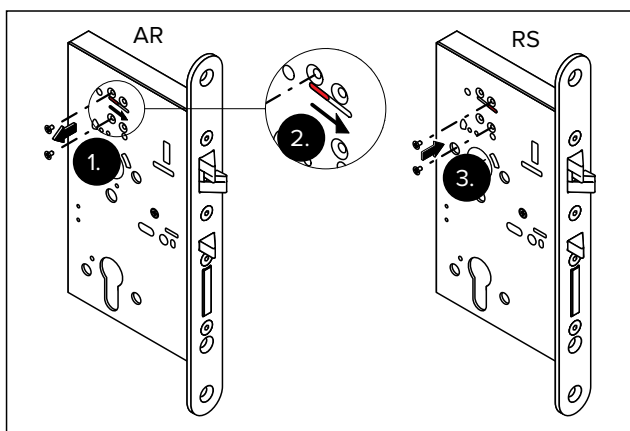

Рис. 21 Переключение с режима работы замка, с нормально-закрытого (AR) на нормально-открытый (RS)
1. При необходимости переключите режима работы замка, с нормально-закрытого (AR) на нормально-открытый (RS) (рис. 21).